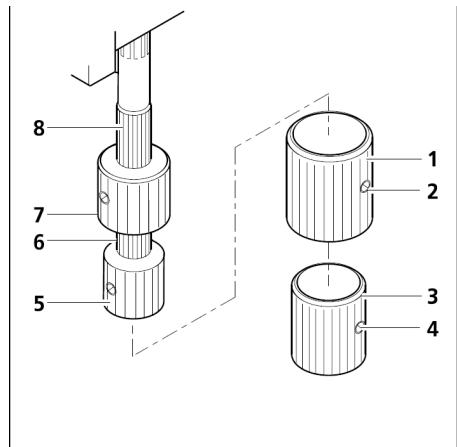

图 3-13 调整工效学驱动
- 松开下面的附加套筒（图 3-13/3} 上的两个加紧螺丝（图 3-13/4），将其向外拉，将其取下。然后松开上面的附加套筒（图 3-13/1）上的两个加紧螺丝（图 3-13/2），将他们向外拉，将其取下。
- 向下移动 X 调整旋钮（图 3-13/5），向上移动 Y 调整旋钮（图 3-13/7）。
- 握住 X 调整旋钮（图 3-13/5），向右（增加平滑性）或向左（减少平滑性）转动其上方的浅颜色的圆形旋环（图 3-13/6），直到您达到自己希望的程度。
- 握住 Y 调整旋钮（图 3-13/7），向右（增加平滑性）或向左（减少平滑性）转动其上方的浅颜色的圆形旋环（图 3-13/8），直到您达到自己希望的程度。